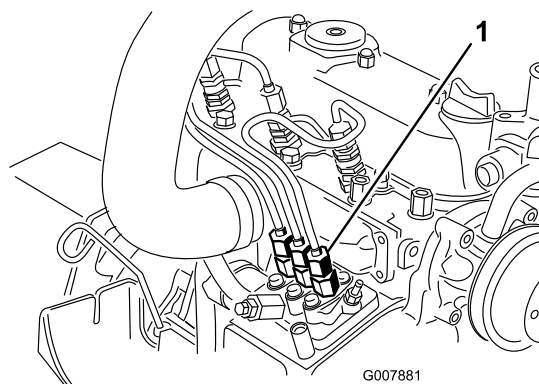

Figura 42
1. Mettete un cencio sotto il raccordo del tubo proveniente dalla pompa d'iniezione e diretto all'ugello dell'iniettore n. 1, come illustrato nella Figura 42.